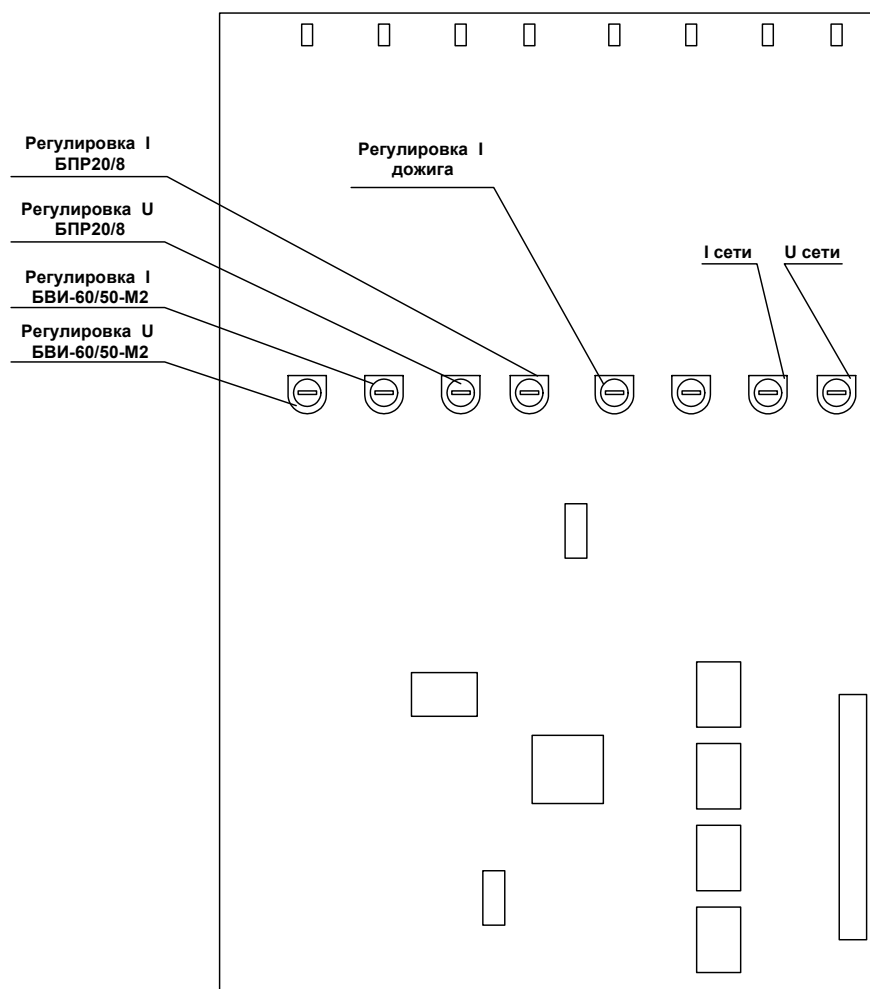

Рис. 2. Схема расположения подстроечных резисторов.
8.5. Регулировки показаний блока управления производятся подстроечными резисторами, расположенными на плате микропроцессора (см. рис. 2). Плата закреплена у левой боковины блока управления лабораторией.